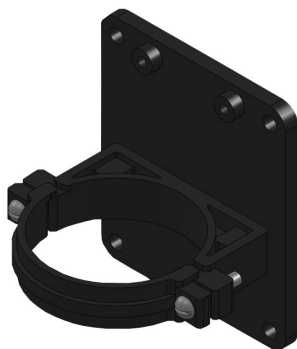

Рисунок 6.3.
6.4 Установка блоков датчиков **исполнение для тяжелых условий эксплуатации** производится путем закрепления БД в зажимной кронштейн рисунок 6.3. Кронштейн крепиться на вертикальную поверхность с помощью шурупов или винтов, разметка для крепления указана на рисунке 6.4.